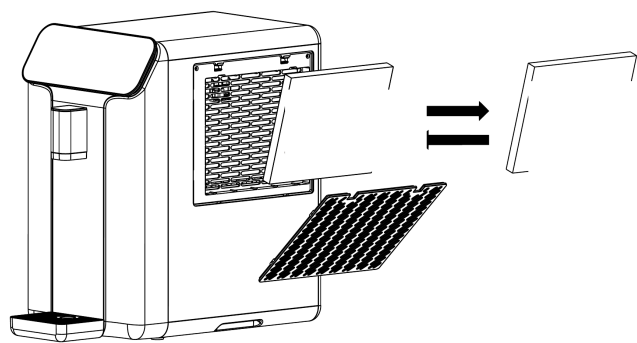

Figure 4 · Faites glisser l'ancien filtre vers l'extérieur et le nouveau à sa place
3. Faites glisser l'ancien filtre à air vers l'extérieur et glissez le nouveau à sa place (figure 4).